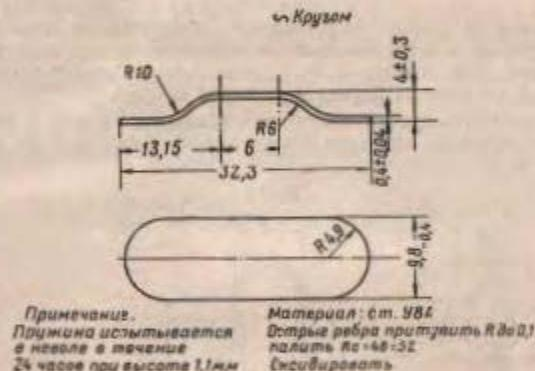

Рис. 23. Пружина целика
(II) Если нет запасной пружины, изготовить новую (рис. 23).